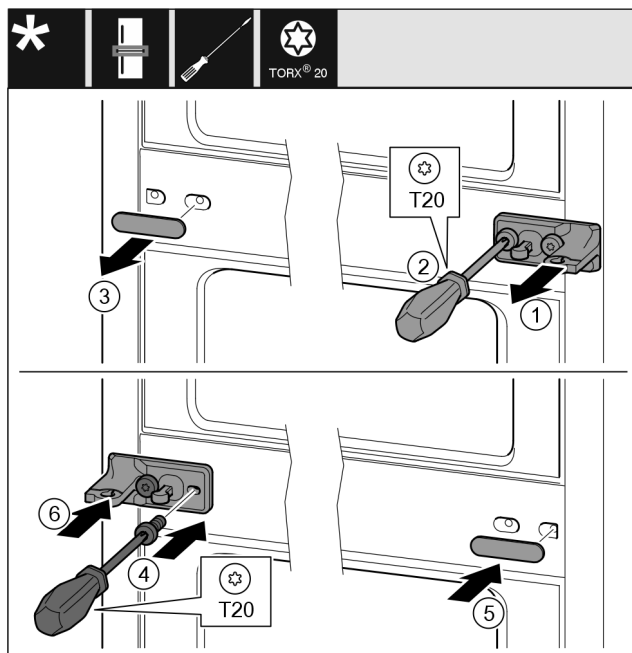

Fig. 12
- ▶ Nutraukite poveržlę Fig. 12 (1).
- ▶ Atsuktuvu išsukite varžtus Fig. 12 (2).
- ▶ Atsargiai nutraukite dengiamąją plokštelę Fig. 12 (3).
- ▶ Atraminę gembę su plėvele Fig. 12 (4), pasukę 180°, tvirtai prisukite kitoje pusėje.
- ▶ Dengiamąją plokštelę Fig. 12 (5), pasukę 180°, pritvirtinkite kitoje pusėje.
- ▶ Užmaukite poveržlę Fig. 12 (6) iš priekio.